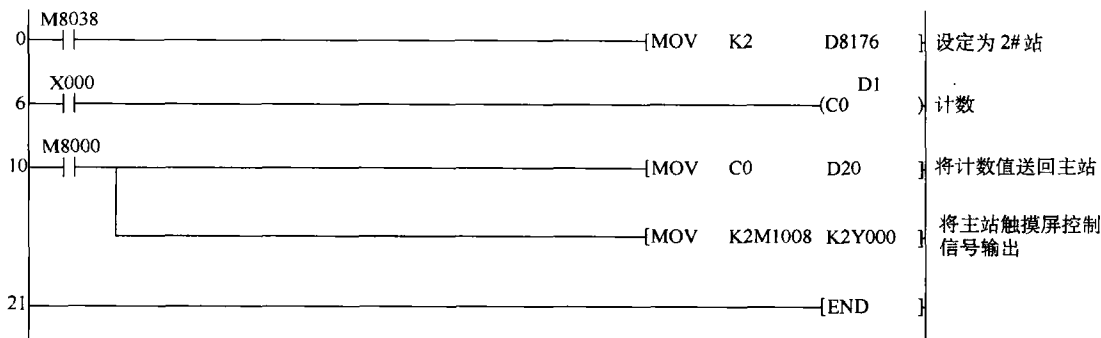

图 8-42 PLC RS485 通信接 2#站程序
(5) 2#站程序 PLC RS485 通信接 2#站程序如图 8-42 所示。